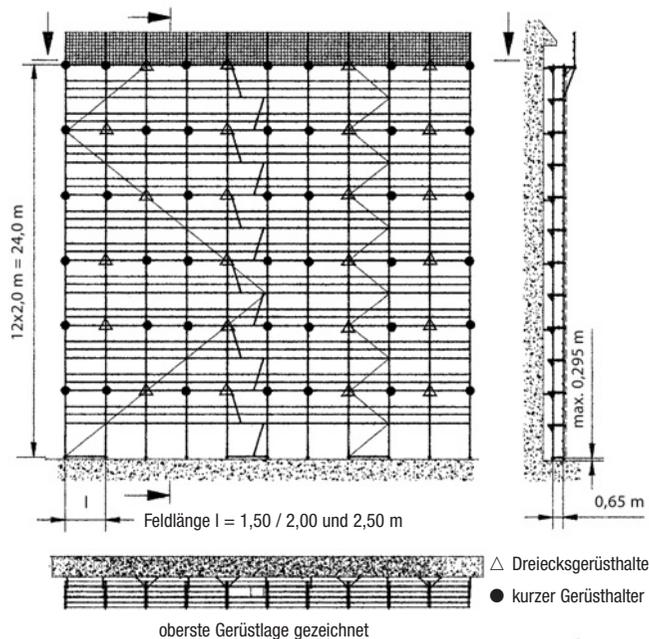

Bild 31
**Hinweis:** weiterer Aufbau wie in Bild 31 dargestellt und auf Seite 44 beschrieben